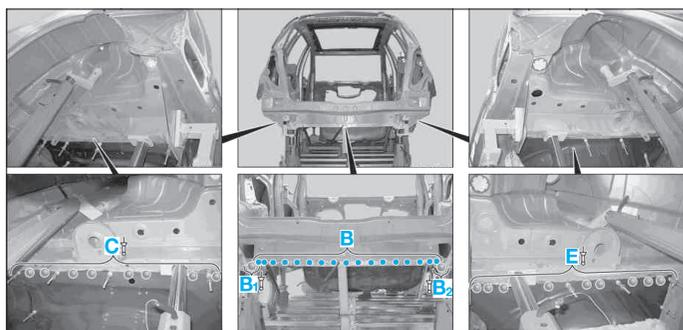

FIG. 127
- Riveter le bac roue de secours (rivet Polygrip à tête plate, tête ronde de Ø 6,4 x 14 mm) dans les zones (C) et (E) (Fig.127).